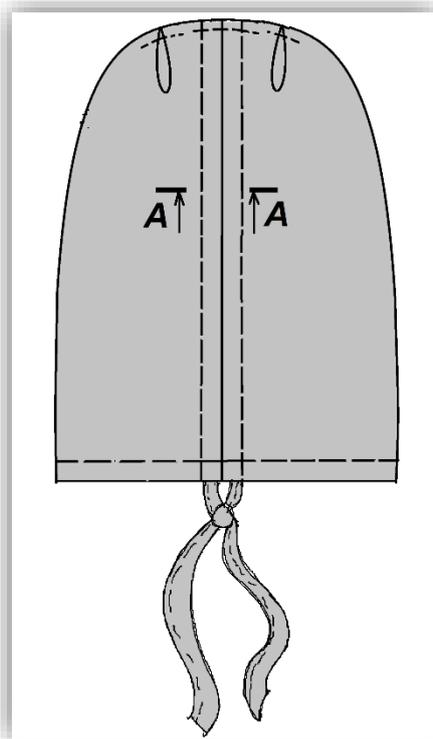

Рисунок 1 – Рукав
Второй этап: Моделирование фрагмента заданной модели «**Обработка рукава**» женского платья (стр. 7, рис. 1) в натуральную величину и изготовление лекал.
Третий этап: Изготовление (пошив) образца фрагмента заданной модели (стр. 7, рис. 1) женского платья.
1) Внешний вид фрагмента заданного изделия должен полностью соответствовать техническому рисунку модели и художественно-техническому описанию (стр. 3, табл.1) и рисунку фрагмента (стр. 7, рис. 1) и техническим требованиям в п.п.2.2 (при их наличии).